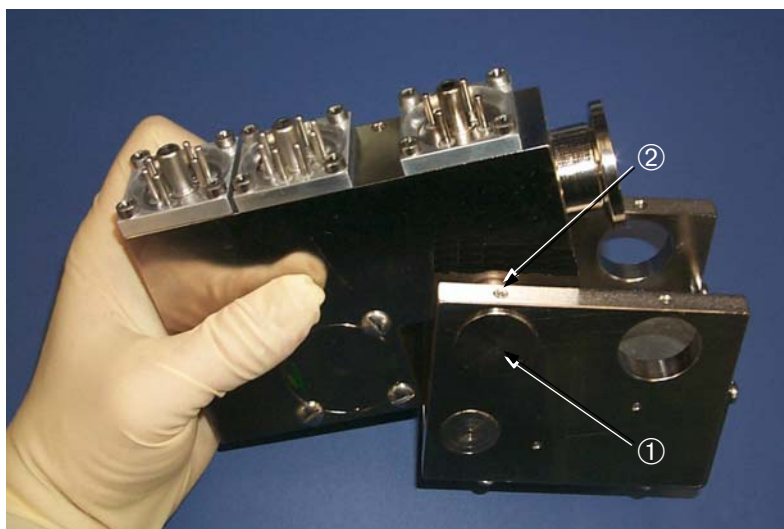

Abbildung 4-8 Gewindestifte in den Abstimmagneten
Kann die Magnetbaugruppe nicht mühelos heruntergeschoben werden, müssen u. U. die Abstimmagneten ① durch geringfügiges Herausdrehen der beiden Gewindestifte ② auf beiden Seiten der Baugruppe gelöst werden (Abbildung 4-8). Drehen Sie die Gewindestifte aber nicht ganz heraus und nehmen Sie nicht die Abstimmagnete heraus.